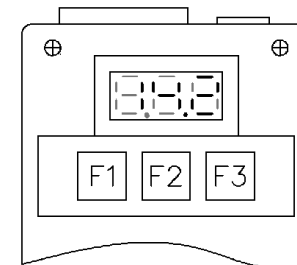

Рис. 5.
1.4.11. По мере заряда АКБ ток заряда будет снижаться, а напряжение увеличиваться. При достижении напряжением значения 14,2В (рис. 5) прибор перейдет в режим стабилизации